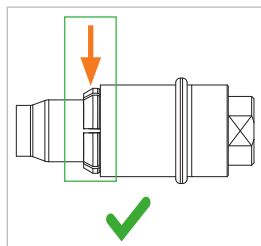

Figure 3
- ▶ Saisissez le connecteur par sa partie inférieure (Pos. 2) et par le manchon tiré vers l'arrière (Pos. 1). Pressez le flexible dans le connecteur jusqu'à ce que les mâchoires de serrage (Pos. 3) se referment (Figure 3).